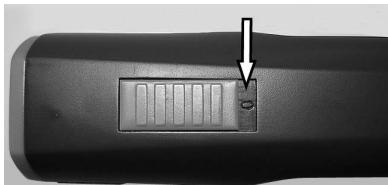

Fig. 4 Interrupteur posición DESCO. («0»)
1. Meta el interruptor a la posición DESCO «0» (Fig. 4).